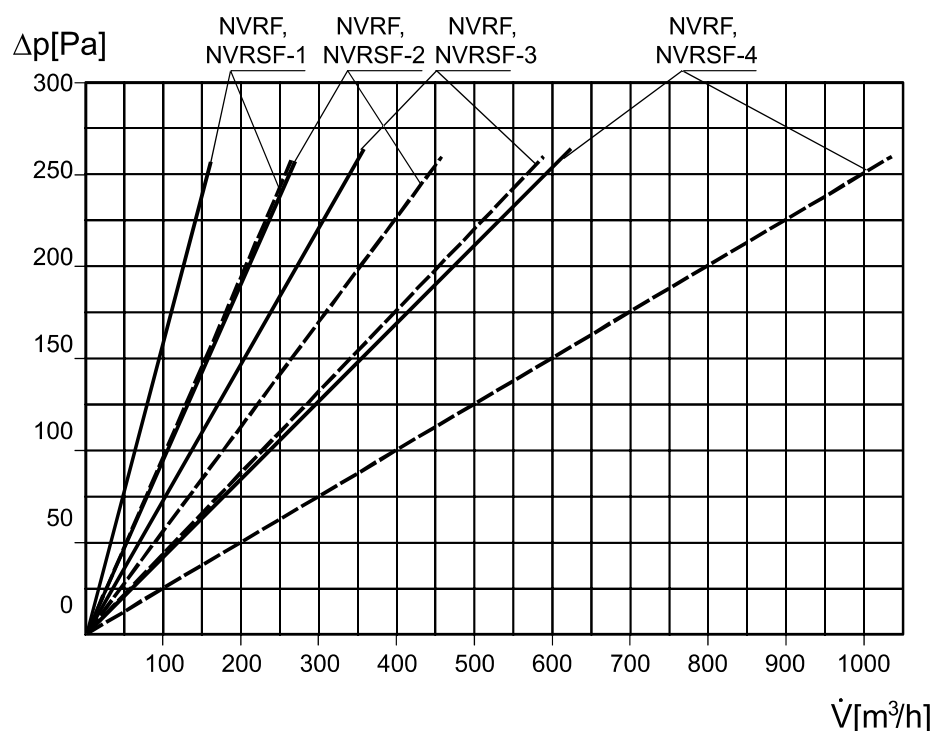

Rys. Nr 5 Nawiewnik NVRF
- nawiewniki z wypływem wirowym typu **NVRF** i **NVRSF** – Rys. Nr 5
Głównymi elementami składowymi nawiewnika są (wg **Rys. Nr 5**):